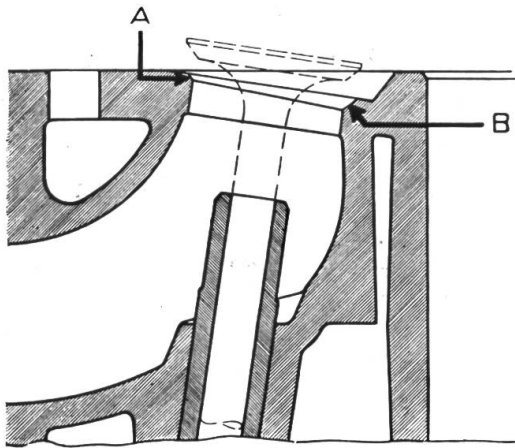

Fig. 5
3. Ist der Sitz nicht am ganzen Umfang gleich breit, dann muss er mit dem 75° Fräser korrigiert werden. Ungleiche Sitzbreite ergibt ungleichmässige Beanspruchung des Ventils (Fig. 5). Mit diesem Fräser soll nur sehr sparsam Material abgefräst werden, damit der Sitz nicht zu weit nach aussen kommt.